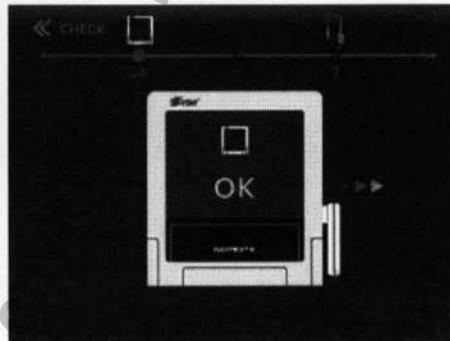

Рис. 30. Прибор в порядке
- или ОК (рис. 30) при безупречном функционировании прибора,